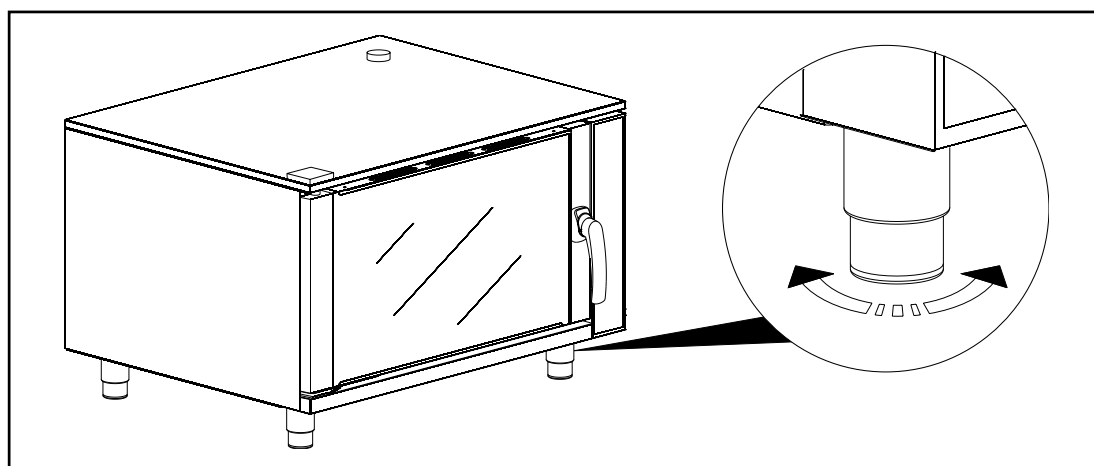

fig. 4
- c) Pendant l'installation sur le plan d'appui, effectuer la mise à niveau du four en agissant sur les pieds réglables (voir la fig. 4).